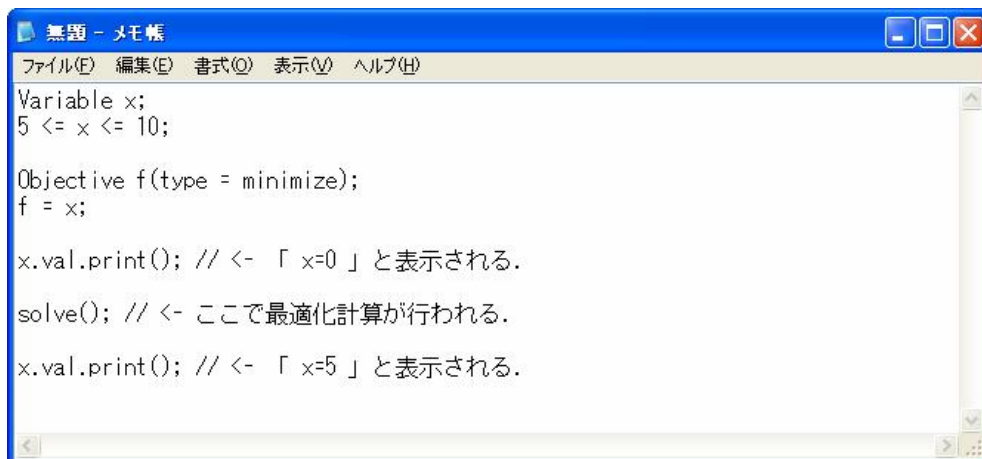

図 10 最適化を行なうタイミング
- (5) 最適化計算を行うタイミングは、モデルファイル中に `solve()` があればその場所、なければモデルファイルの最終行である。出力関数 (`simple_printf()` 等) を使用する際には `solve()` を呼んだ後で行わないと、その出力に最適化計算の結果は反映されない。(図 10 参照)